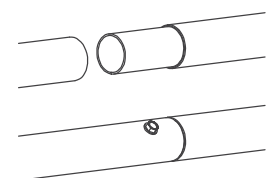

Рисунок 3
- у разі потреби труби снігового бар'єру можна з'єднувати між собою у довгі ряди, використовуючи для цього труби 3.0 мп зі звуженими кінцями, що полегшують їх з'єднання (рис. 3); існує також можливість з'єднання труб 3.0 мп з трубами 1.0 мп у кінці ряду,